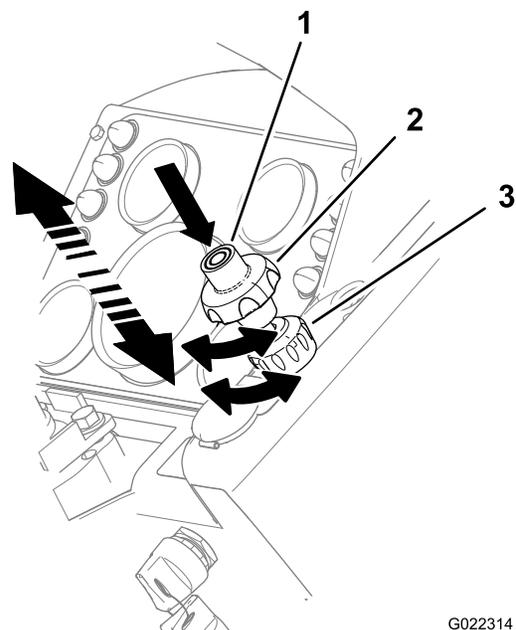

Figura 23
- Para **aumentar** o giro do motor, pressione o botão no centro do acelerador e simultaneamente **puxe para fora** o manípulo do acelerador (Figura 23).